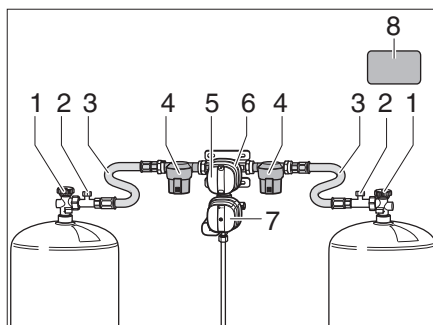
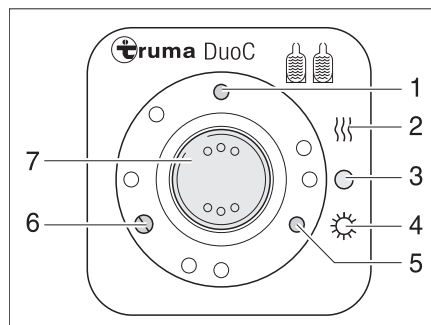
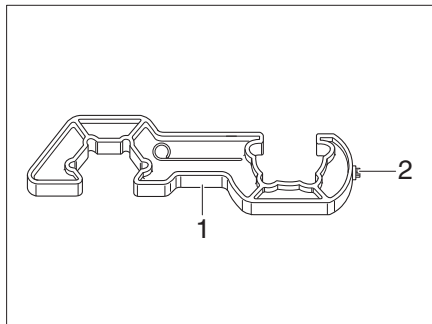
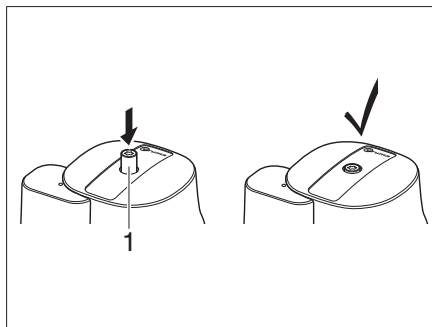

Bild 83 DuoControl-omkopplingsenhet
Bild 84 Kontrollenhet
Bild 86 Skruvhjälp
Bild 87 Crash-sensor
DuoControl-omkopplingsenheten består av en omkopplingsventil (Bild 83,6) och kontrollenheten (Bild 84). Omkopplingsventilen är monterad mellan högtrycksslangarna (Bild 83, 3). Med vredet (Bild 83, 5) på omkopplingsventilen kan man ställa in vilken gasflaska som ska användas som driftflaska och vilken som ska användas som reservflaska.
Omkopplingsventilen (Bild 83, 6) är utrustad med avfrostningsanläggningen EisEx för regulatorer. På detta sätt undviks störningar på gasanläggningen under vintern.
Före omkopplingsventilen finns på båda sidor ett gasfilter (Bild 83, 4) som skyddar gasanläggningen mot oljeläckage och föroreningar.
På kontrollenheten (Bild 84) kan endast de elektriska funktionerna styras.. Gasflaskornas huvudavstängningsventiler (Bild 83, 1) måste öppnas för hand.
Omkopplingsventilen sørjer för ett konstant gstryck, oberoende av vilken gasflaska som används. De båda kontrollamporna på kontrollenheten indikerar driftflaskans tillstånd. När den gröna kontrollampan (Bild 84, 6) lyser är driftflaskan full. När den röda kontrollampan (Bild 84, 5) lyser är driftflaskan tom. Gasen matas sedan via reservflaskan.
- Öppna huvudavstängningsventilerna (Bild 83,1) på gasflaskorna.
- Välj vilken gasflaska som ska prioriteras (driftflaska) med vredet (Bild 83, 5) på omkopplingsventilen (Bild 83, 6).
- Ställ vippkontakten (Bild 84, 7) på "O" (Bild 84, 3). Den gula kontrollampen (Bild 84, 1) slocknar.
- Stäng huvudavstängningsventilerna (Bild 83, 1) på gasflaskorna.
Kontrollamporna på kontrollenheten (Bild 84, 5 och 6) signalerar inne i fordonet om driftflaskan är driftklar.
När den gröna kontrollampen (Bild 84, 6) slocknar under drift och den röda kontrollampen (Bild 84, 5) tänds är gasflaskan, som är vald som driftflaska, tom och måste bytas. Gasförbrukarna försörjs med gas från reservflaskan.
- ▶ Använd den medföljande skruvhjälpen (Bild 86, 1) när högtrycksslängarna ska skruvas på och av. Den säkerställer det nödvändiga åtdragningsmomentet och förhindrar skador på skruvkopplingen på grund av felaktiga verktyg.
- Stäng huvudavstängningsventilen (Bild 83, 1) på den tomma gasflaskan.
- Skruva av högtrycksslängen (Bild 83, 3) från gasflaskan med skruvhjälpen (Bild 86).
- Anslut den fulla gasflaskan till högtrycksslängen (Bild 83, 3).
- Öppna huvudavstängningsventilen på gasflaskan (Bild 83, 1).
- Vrid vredet (Bild 83, 5) på omkopplingsventilen (Bild 83, 6) ett halvt varv för att ställa in att den precis bytta gasflaskan fungerar som reservflaska.
- Tryck på knappen (Bild 83,2) för slangbrottsäkringen på högtrycksslängen för att aktivera den.
- Tryck ev. på återställningsknappen (Bild 87, 1) på crash-sensorn.
- ▶ Beakta säkerhetsetiketten (Bild 83, 8) i gasbehållaren.
- Använd Torx T20 (Bild 86,2) för att trycka in avsäkringsknappen (Bild 87,1) på skruvhjälpen, vrid knappen lätt medurs och håll kvar under 5 sekunder. Crash-sensorn är driftklar när avsäkringsknappen (Bild 87,1) stannar i det nedsänkta läget.
- Tryck kraftigt på den gröna knappen (Bild 83, 2) på högtrycksslangen (Bild 83, 3) när gasflaskan bytts.